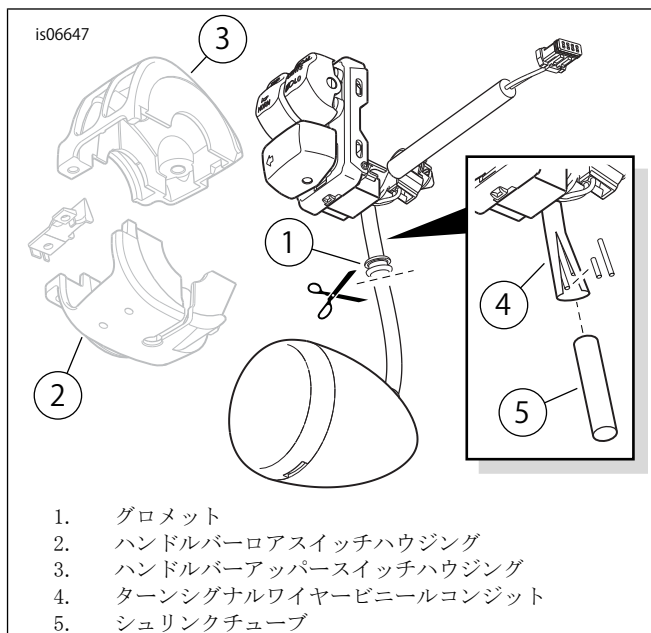

図2。スイッチアッセンブリからターンシグナルをカットする
1. 「図2」を参照してください。車体の一方から、ハンドルバーロアスイッチハウジング(2)の下にあるグロメット(1)と水平になっているターンシグナルアッセンブリにつながっているターンシグナルワイヤーとコンジットをカットします。ターンシグナルハウジングの配線を約50-75 mm (2-3 in)残します。